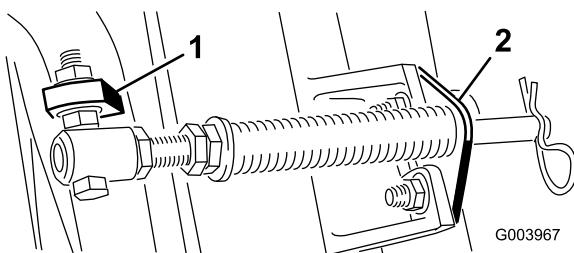

図6
- C. スプリングチューブのボルトを、反対側のキャリアフレームのタブに取り付け、フランジナットで固定する。図6に示すよ
- D. カッティングユニットのタブにロッドブラケットを取り付け、キャリッジボルト2本とナットで固定する図6。